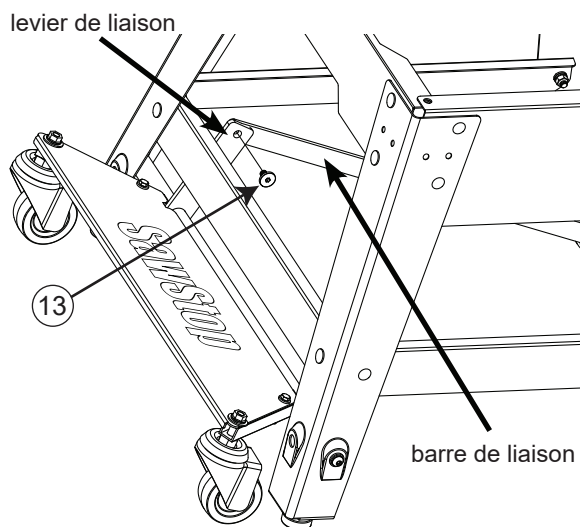

Fig. 10
10. Connectez l'autre extrémité de la barre de liaison au levier de connexion du support de la roulette en insérant la vis à tête creuse à épaulement M8 x 15,7 dans le trou du levier de liaison de sorte que le trou se place sur l'épaulement de la vis, puis en vissant la vis dans le trou fileté dans la barre de liaison, comme indiqué à la fig. 10. Serrez à fond la vis à tête creuse à épaulement avec une clé hexagonale de 5 mm.